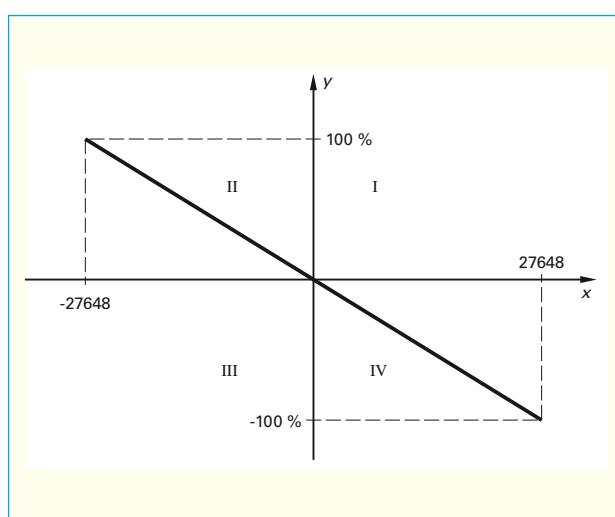

Bild 3: Normierungskennlinie in den Quadranten 2 und 4
b) Ergänzen Sie anhand Bild 3 und Teilaufgabe a) Tabelle 1
Tabelle 1: Zuordnungen Kennlinie (Bild 3)